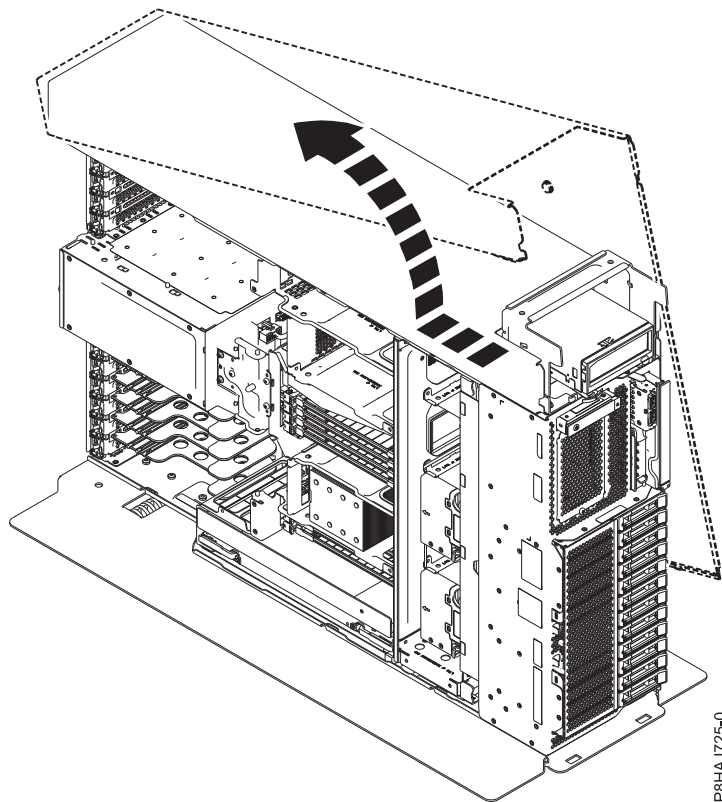

Abbildung 26. Ausbauen der Seitenabdeckung bei einem Standalone-System vom Typ 8286-41A
5. Schieben Sie die Seitenabdeckung in der in Abb. 26 dargestellten Richtung vom System.